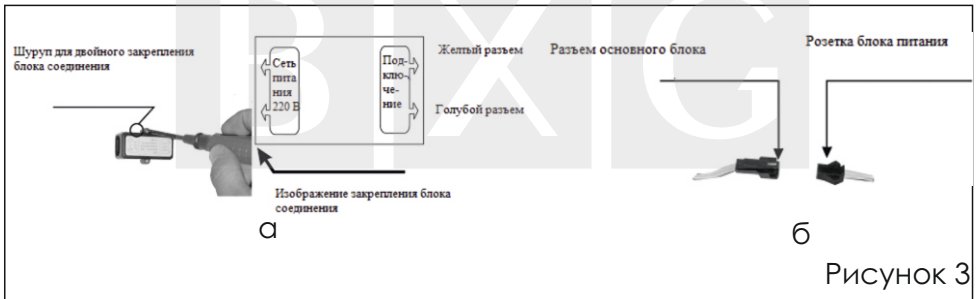

Рисунок 3
4. Вытащите шуруп и откройте крышку блока соединения (Рисунок 3.а)
5. Подключите провод сети питания (220 В) через резиновое отверстие блока соединения к контакту и закрутите шуруп. Закройте крышку блока соединения (Рисунок 3.б).